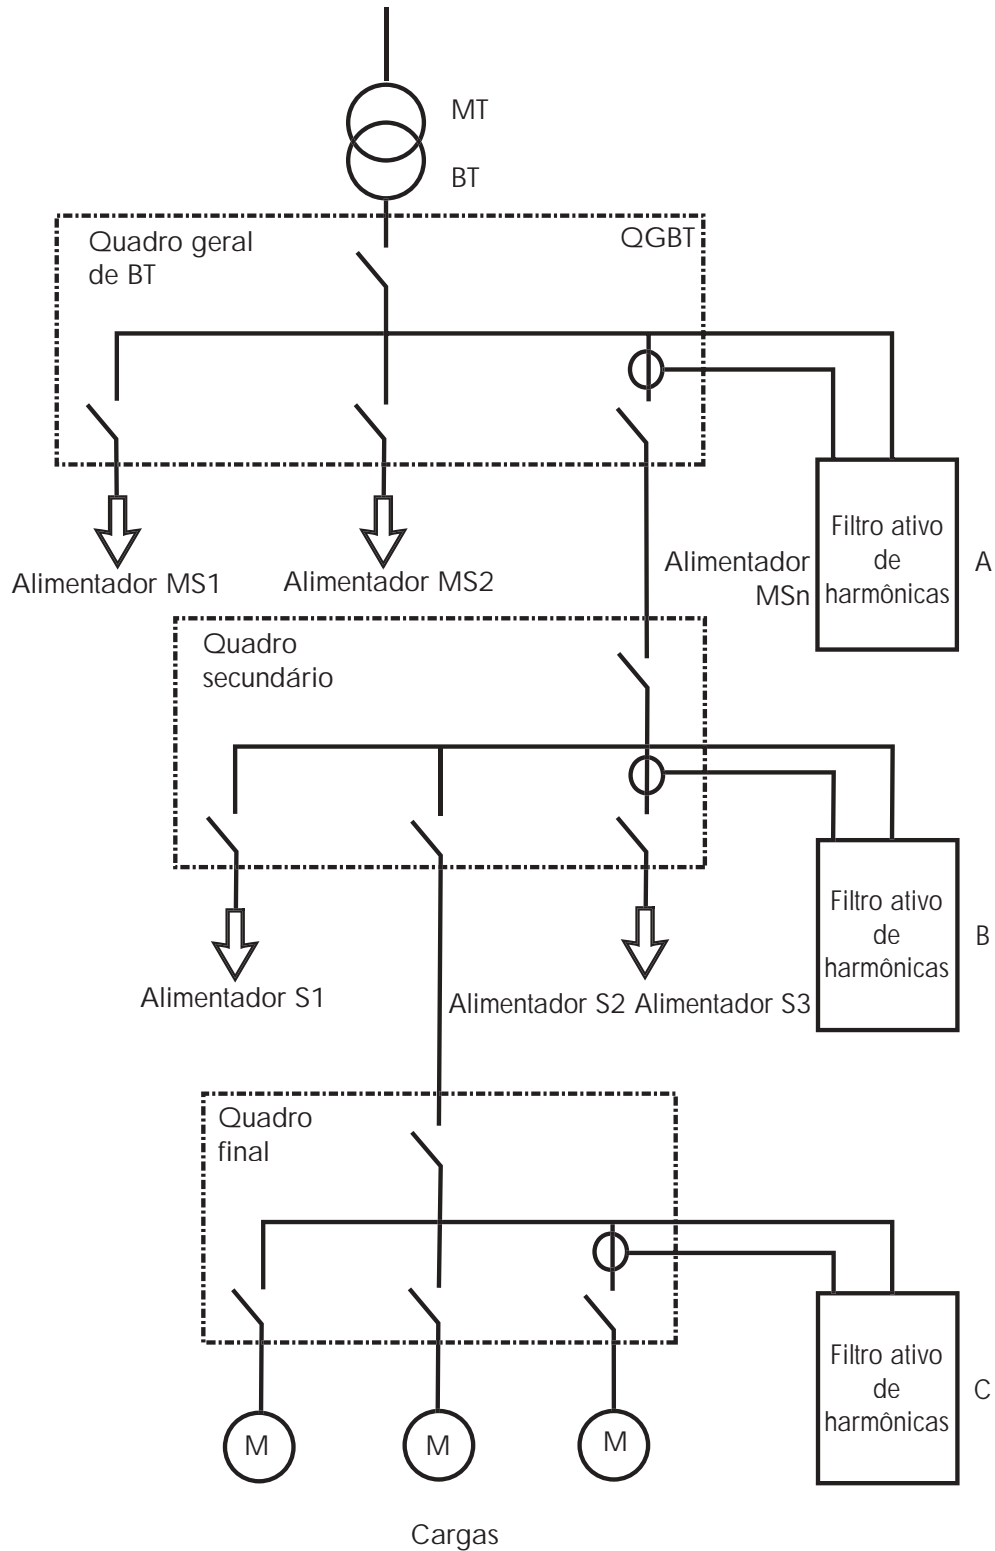

Figura 5 - Sistema de distribuição radial em três níveis mostrando possíveis pontos de conexão para um filtro ativo de harmônicas.
- numa posição central, no ponto de acoplamento comum (PCC, do inglês Point of Common Coupling), para compensação global das correntes harmônicas (Figura 5, posição A);
- compensação parcial de correntes harmônicas (Figura 5, posição B);
- perto das cargas poluidoras, para assegurar a compensação local das correntes harmônicas (Figura 5, posição C).